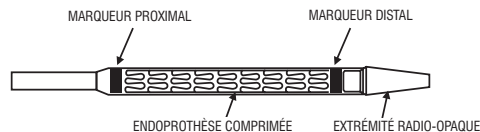

Figure 1 : Illustration détaillée de l'extrémité indiquant les marqueurs d'emplacement de l'endoprothèse
- Des marqueurs radio-opaques situés sur le corps indiquant l'emplacement de l'endoprothèse, tel qu'illustré à la figure 1.